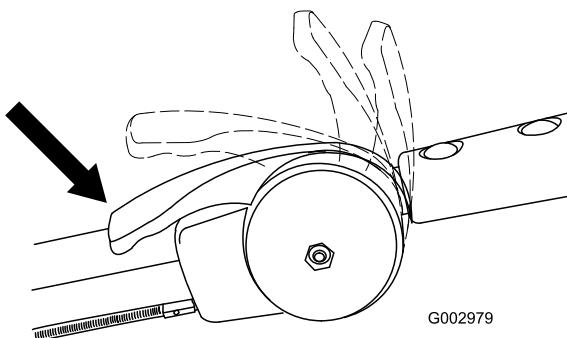

Figura 21
3. Mueva la palanca del acelerador a la posición Estárter (Figura 21).